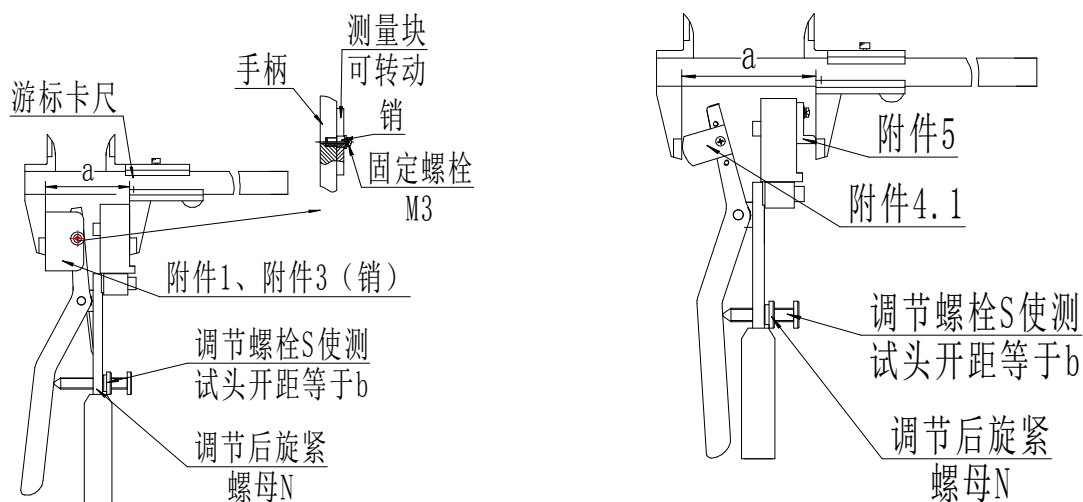
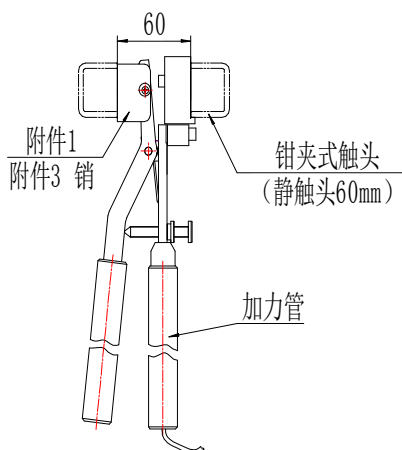
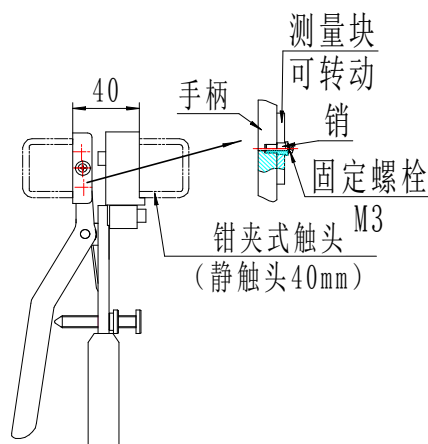
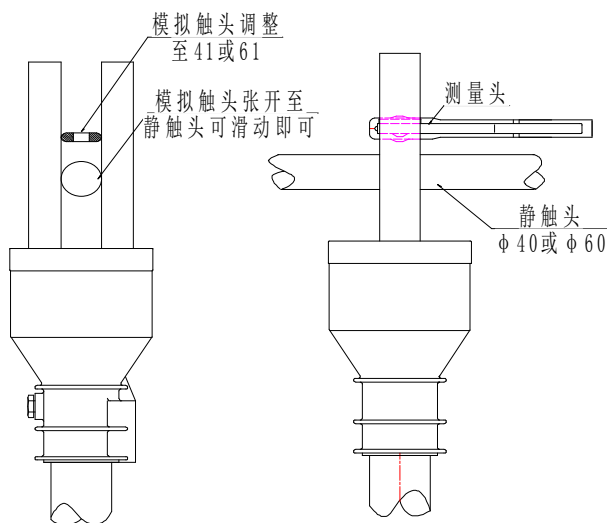

图 2 模拟触头宽度测量示意图
图 4 折臂式隔离开关（静触头 60mm，如 GW22B-252）用 ZXYC-2011 测量示意图
图 5 折臂式隔离开关（静触头 40mm，如 GW22B-126）用 ZXYC-2011 测量示意图
图 6 折臂式隔离开关(已挂静触头触头)用 ZXYC-2011 测量示意图
- ① 根据触头宽度 b ，调整测试仪测试钳（下面称之为模拟触头）的宽度 a ，（见图 2、图 3），使 $a=b$ ；
② 图 2 是用于 GW16、GW22、GW6 等折叠式、剪刀式隔离开关模拟触头的调整方法，拆除附件 4、附件 5，装上附件 1、附件 3 销（“1”用于静触头直径 60mm 的刀闸，静触头直径 40mm 的刀闸装附件 2、附件 3 销），将卡尺锁定在 a 上，卡住模拟触头，再缓慢调节螺栓 S，调好后锁紧螺母 N。测量示意图见图 4、图 5 和图 6。
- 3) 图 4、图 5 是折臂式隔离开关未装静触头用 ZXYC-I 的测量示意图。测量时将调整好模拟触头（调整方法见 4.1.3），放入待测触指中，使模拟触头张开限定位置为止，这时压力仪上显示的读数即为该触头的接触压力。
- 4) 图 6 是折臂式隔离开关已装静触头用 ZXYC-2011 的示意图。测量时将模拟触头尺寸 a 调整到大于静触头 1mm 左右，如静触头直径为 $\Phi 40\text{mm}$ ，则需调整 $a = 41\text{mm}$ 。一只手使缓慢地使模拟触头张开，另一只手抓住静触头晃动，如果静触头能在触指中轻松滑动或转动，这时压力测试仪上显示的读数即为该触头的接触压力。**注意：模拟触头的张开速度应该很缓慢！**